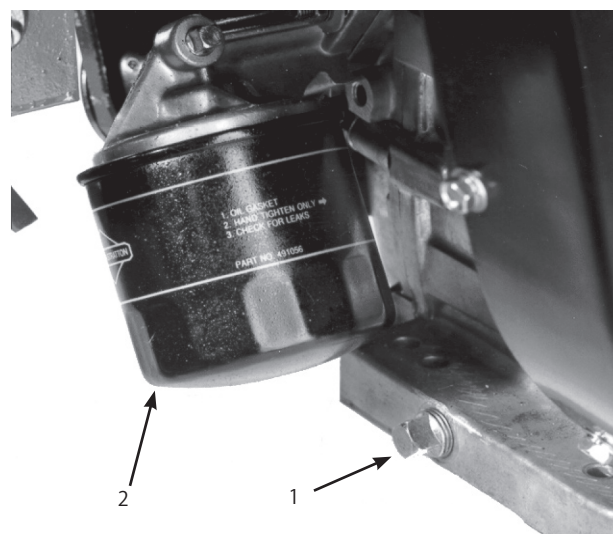

図42
1. ドレンプラグ (図42) を外し、排出されるオイルを廃油受け容器に回収する。オイルが抜けたらドレン・プラグを取り付ける。
- 2 オイル・フィルタ (図42) を取り外す。新しいフィルタのガスケットにきれいなエンジン・オイルを薄く塗る。